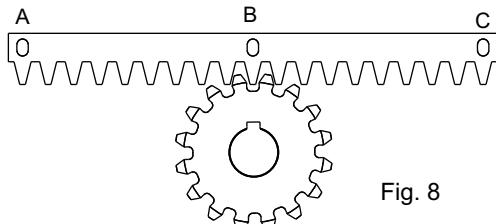
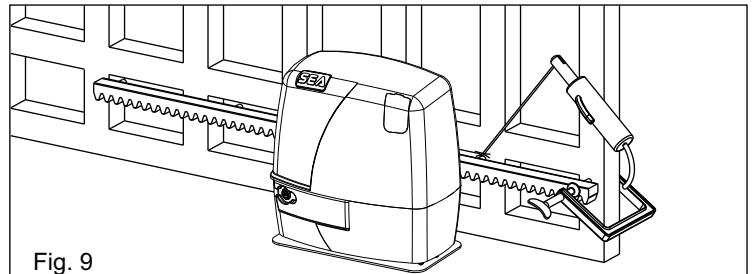

Fig. 8
Fig. 9
**5.3.** Apoyar el elemento de cremallera al piñon dentado del motoreductor en modo que resulte paralela la guia a nivel del suelo de la cancela y posicionandolo como en Fig. 8 y puntar con electrosoldadura la lengueta central B a la estructura de la cancela (Fig. 9).